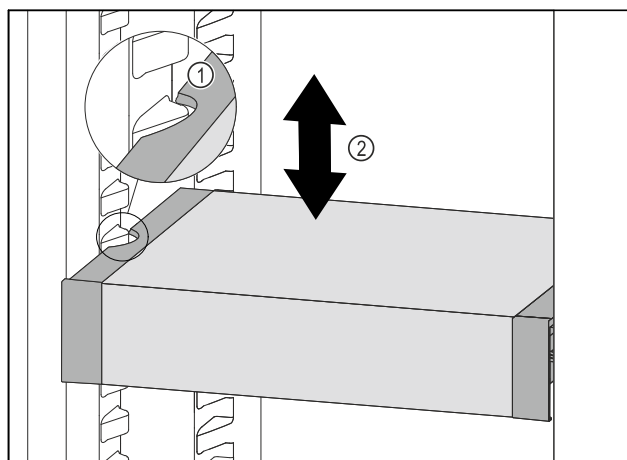

Fig. 194
- Traukite VarioSafe į priekį, kol šoninės VarioSafe angos bus talpyklos briaunos aukštyje šaldytuvo skyriuje. Fig. 194 (1)
- Judinkite VarioSafe šaldytuvo skyriuje į viršų arba žemyn, kol bus pasiektas norimas aukštis. Fig. 194 (2)